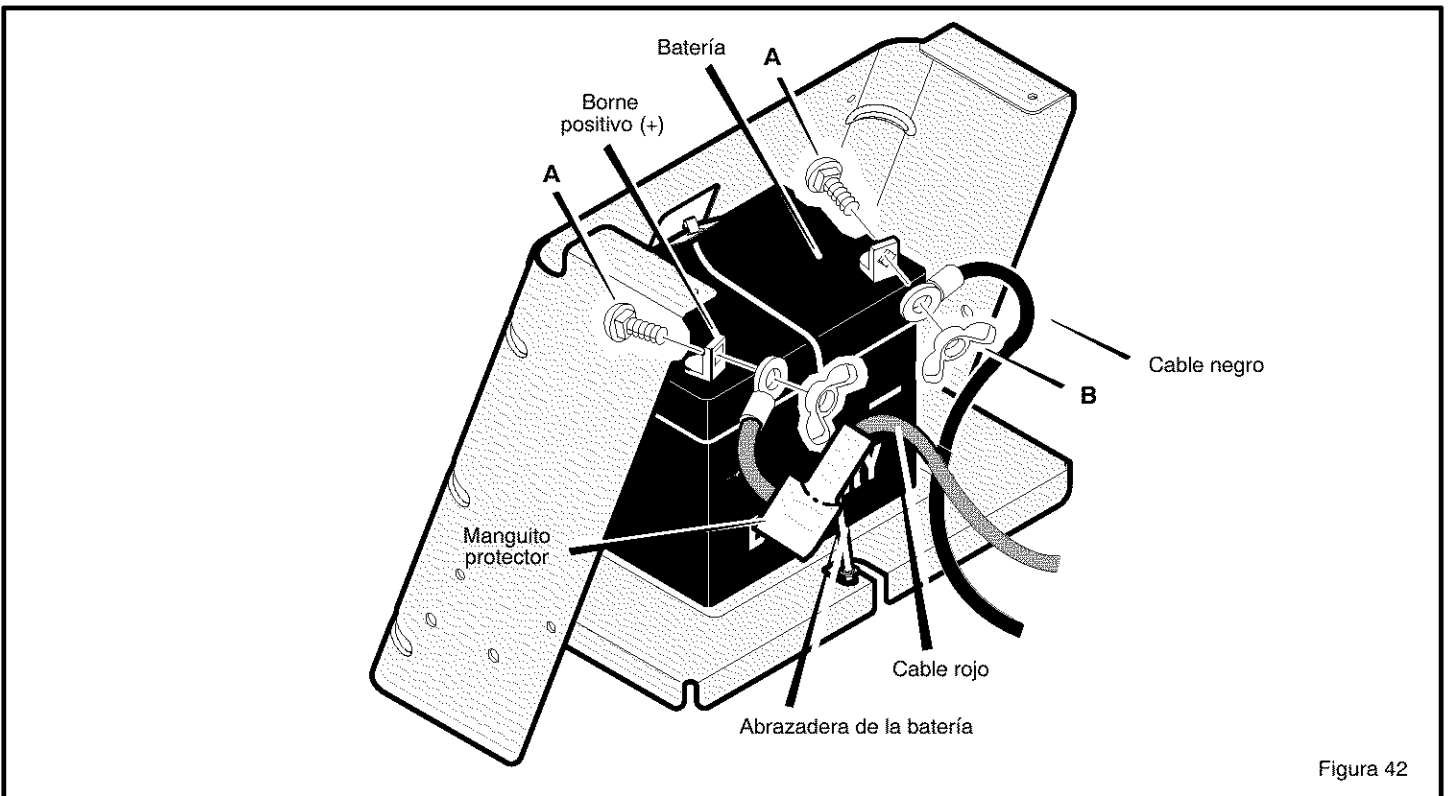

Figura 42
- Busque la **fecha de la batería** en la parte superior de la misma (Figura 42).
- Conecte el **cable rojo** al **borne positivo (+)** con los sujetadores como se indica (Figura 42).